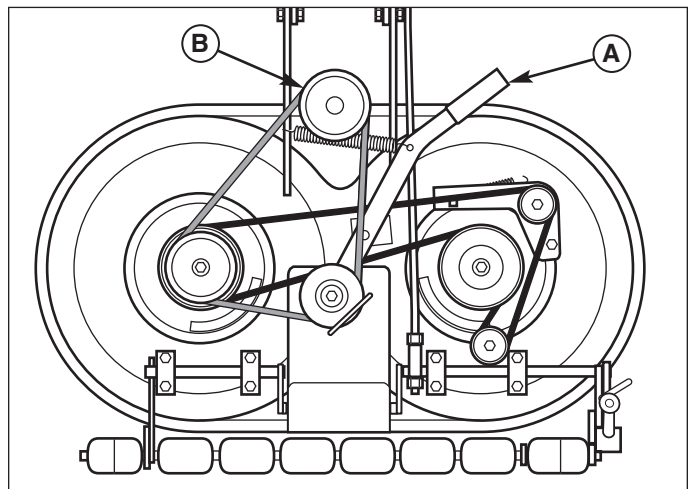

Figure 10. Enlèvement et mis en place de la courroie
5. Relâcher la tension de courroie avec le bras (A, Figure 10).
6. Voir la Figure 10. Connecter le bras de levage de la tondeuse (A) au bras de levage du tracteur (B) à l'aide de la rondelle plate (C) et le clip de sécurité (D). Les deux cotés.